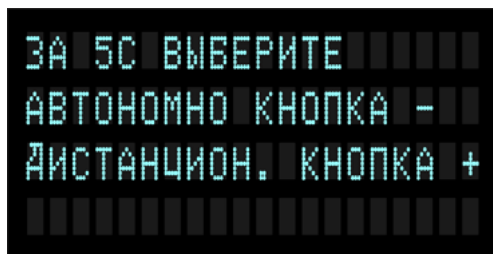

Рисунок 4 - Информационный экран меню выбора
5.3.4. Информационный экран меню выбора (Рис. 4.). Предлагает выбор способа управления работой генератора: автономно – посредством кнопок на передней панели или дистанционно – от компьютера.